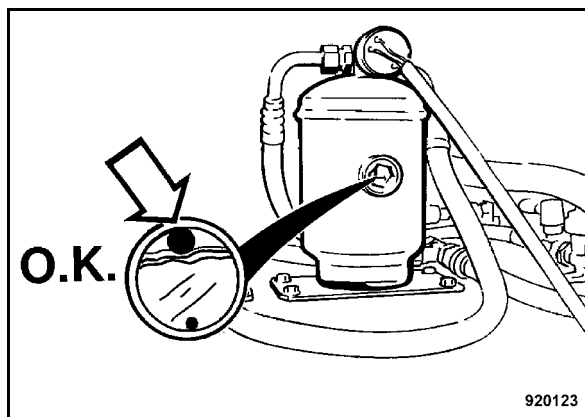

Fig. 143
- Controllare se la sfera galleggiante bianca (Fig. 143) galleggia nella posizione più in alto nel tubo di livello dell'unità di essiccazione/raccolta.